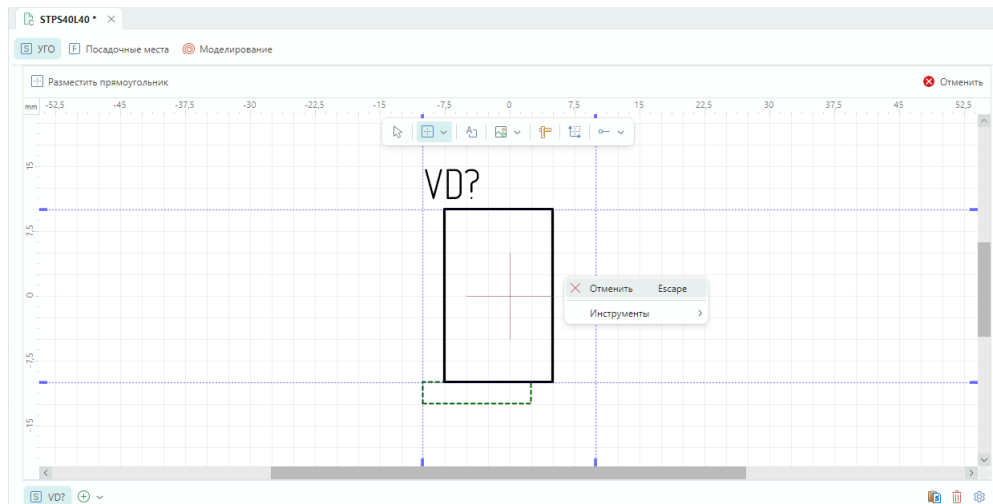

Рис. 13 Выход из инструмента «Разместить прямоугольник»
3. Инструмент «Разместить прямоугольник» остается активен и может быть использован повторно. Для выхода из инструмента нажмите клавишу «Escape» или выберите пункт «Отменить» в контекстном меню, см. Рис. 13.